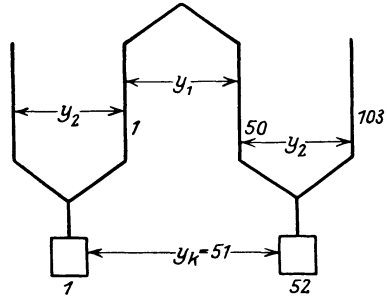

Abb. 75.
Wir nehmen wieder $y_1 = 49$ und erhalten $y_2 = 102 - 49 = 53$. Man verbindet hinten 1 mit $(49 + 1)$ d. i. 50 und vorn 50 mit $(50 + 53)$ d. i. 103 usw. (Abb. 75).
Für $a = 3$ war $y_1 + y_2 = 102$ also ist $y_k = \frac{102}{2} = 51$, d. h. die beliebige Lamelle 1 ist durch die Spule 1—50 mit der Lamelle $1 + 51 = 52$ zu verbinden. Diese mit der Spulenseite 103 usf. (Abb. 75)¹⁾.
Z. B. Lamelle 52 ist in Abb. 75 verbunden mit Seite $2 \cdot 52 - 1 = 103$. Umgekehrt, mit welcher Lamelle ist die Spulenseite 143 verbunden?